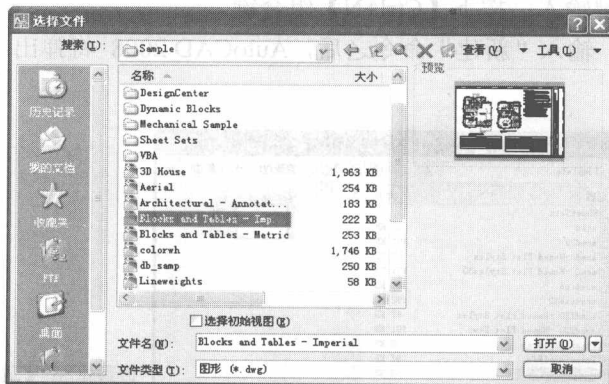

图 1-12 “选择文件”对话框
(2) 命令的操作。输入“打开”(OPEN)命令之后,AutoCAD 将显示“选择文件”对话框,如图 1-12 所示。